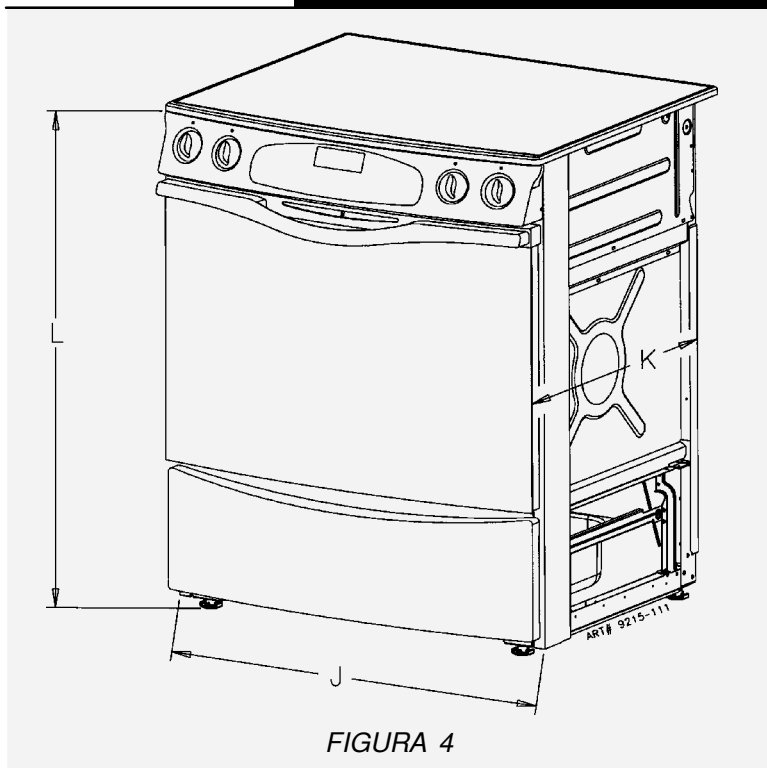

FIGURA 4
2. La dimensión K (figura 4, página 12) es de la pared al borde lateral de la puerta del horno. No incluye la curvatura del vidrio ni la profundidad del asa.
3. La dimensión L (figura 4, página 12) es con las patas niveladoras ajustadas completamente. Esto podría variar ligeramente dependiendo del ajuste de las patas niveladoras.